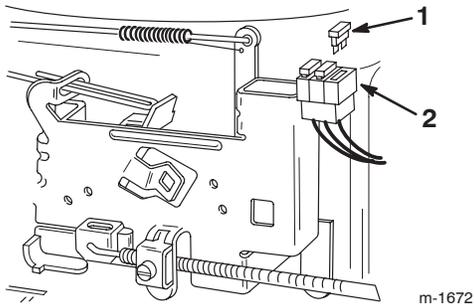

Figure 30
1. Pour remplacer un fusible, tirez dessus pour le sortir de la douille (Fig. 30).